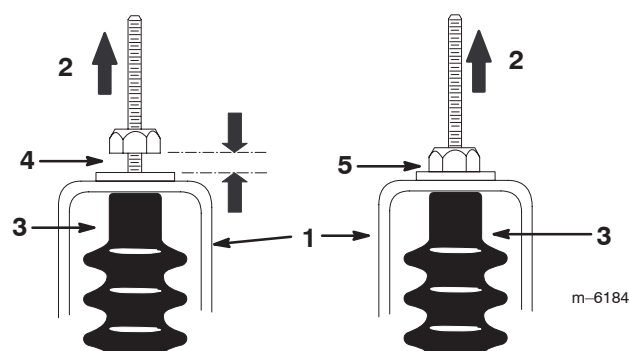

Figure 27
5. Tirez sur chaque câble de sélection et vérifiez qu'il n'y a pas d'espace entre l'écrou/la rondelle et la patte de réglage du point mort (Fig. 27). Serrez l'écrou s'il y a un espace.